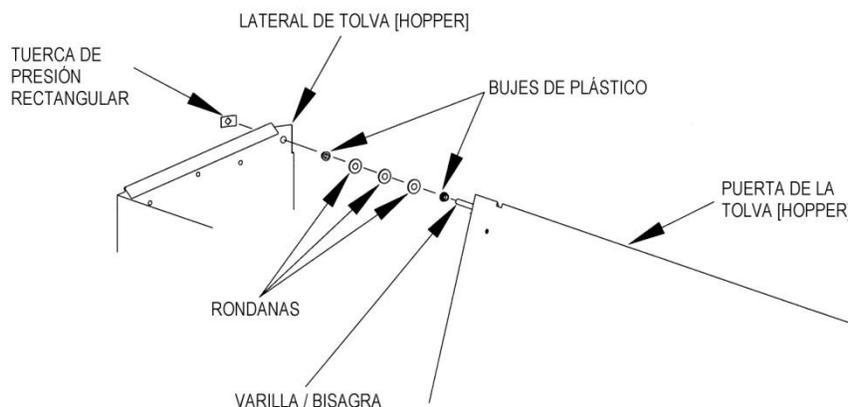

Figura 8 BISAGRA DE LA PUERTA DE LA TOLVA [HOPPER]
32. Instale la Tolva [Hopper]. Si la Tolva [Hopper] y su ensamble de puerta son para una Máquina Expendedora de Botana [Snack] re instálelos. Si la Máquina Expendedora es Refrigerada para Alimentos o Bebidas con sensores de presencia de producto en la Tolva [Hopper], la tolva [Hopper] deberá de reemplazarse por una nueva. Retire la puerta de la vieja tolva [Hopper] e instálela en el nuevo de la siguiente manera (Vea la Figura 8):